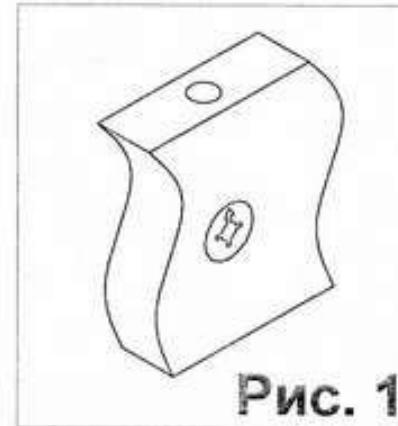

Рис. 1
Взять стенку заднюю выдвижного ящика Ф1 и забить в соответствующие отверстия шканты (1). Соединить боковины ящика Ф4 и Ф5 с задней стенкой Ф1. Фиксацию производить при помощи евровинтов (14). Далее положить каркас ящика на заднюю стенку Ф1 и забить шканты (1) в соответствующие торцевые отверстия на боковинах ящика, Ф4 и Ф5 и вставить стяжки растекс (12) (см.рис.1). После этого вставить дно ящика Ф6 в пазы на каркасе ящика, таким образом, чтобы дно ящика Ф6 вошло в паз на стенке задней ящика Ф1. Далее закрутить в переднюю панель ящика Ф3 в муфты дюбеля стяжек-растекс (4). Соединить переднюю панель ящика Ф3 с каркасом . Фиксацию произвести путем поворота стяжки (12) по часовой стрелке. После этого положить ящик дном вверх и прокрутить ответные планки направляющих (7) к боковинам ящика Ф4 и Ф5 при помощи саморезов (5). Далее к передней панели Ф3 прикрепить ручку (9) . Аналогичным образом собрать остальные ящики. Вставить выдвижные ящики в каркас тумбы так, чтобы ответные планки направляющих (7) закрученные на боковинах ящиков вошли в направляющие (7) закрученные на боковинах стола К1 и К2..